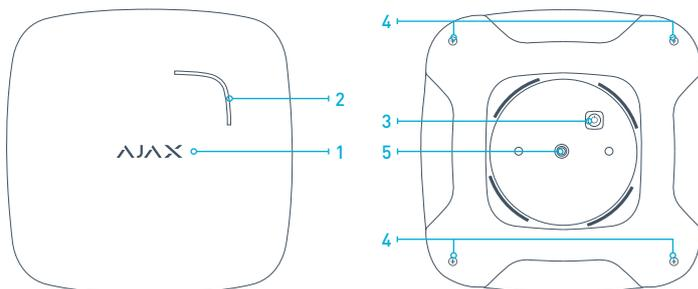
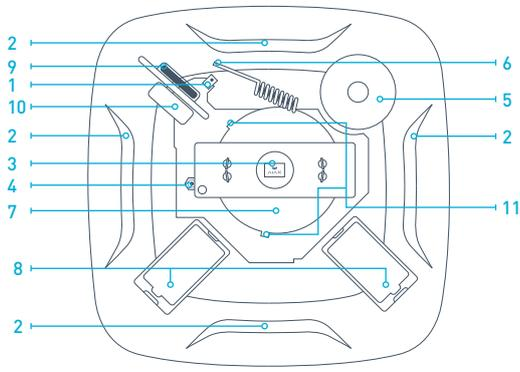

РИС. 1. Датчик FireProtect
РИС. 3 Устройство датчика.
4.1 Для регистрации датчика необходимо перевести приемное устройство охранной системы Ajax в режим «Добавить устройство» (как это сделать см. в руководстве к приемному устройству) и включить датчик зажатием кнопки «3» (РИС.1) на 3 секунды. В момент включения исправный датчик должен мигнуть зеленым светодиодом «1» (РИС.1). Запрос на регистрацию передается только в момент включения датчика! Если регистрация датчика в охранной системе по какой-либо причине не произошла, FireProtect мигает зеленым светодиодом 6 раз с периодичностью раз в секунду, после чего переходит в автономный режим. Чтобы повторить регистрацию – включите датчик зажав кнопку на 3 с и выдержав паузу в 5 секунд включите его снова. Если FireProtect был удален из списка зарегистрированных в охранной системе устройств, то он аналогично мигает зеленым светодиодом 6 раз с периодичностью раз в секунду, после чего автоматически переходит в автономный режим.
5.5 Активация режима тревоги сопровождается звуковым сигналом встроенной сирены и световой индикацией — на датчике загорается красный светодиод. В режиме тревоги предусмотрена возможность отключить звуковой сигнал примерно на 10 минут нажатием сенсорной кнопки «ТЕСТ» («1», РИС.1), которая находится в центре логотипа AJAX. Световая индикация тревоги при этом не отключается, на приемник при этом никаких сообщений не приходит и он продолжает детектировать тревогу. Если через 10 минут уровень дыма, температура или уровень содержания CO в воздухе не нормализовались, звуковой сигнал воспроизводится повторно.
5.11 Перед установкой обязательно проведите тест, чтобы убедиться в работоспособности датчика дыма. При включенном работающем датчике (без тревоги) зажмите на 5-10 секунд на корпусе кнопку «ТЕСТ» («4», РИС. 1) в центре логотипа AJAX, это переведет датчик в режим самотестирования приблизительно на 5 секунд. В режиме самотестирования проверяется работоспособность дымовой камеры, производится электронная имитация присутствия дыма, и если дымовая камера исправна – выдается звуковой сигнал.
6.3 Датчик имеет возможность компенсировать запыленность дымовой камеры, но только до определенного уровня, при превышении которого на централь сигнализации отправляется сообщение о необходимости очистки дымовой камеры. При неисправности дымовой камеры датчик выдает один длинный звуковой сигнал раз в полторы минуты! Для очищения камеры снимите крышку датчика, открутив 4 самореза «4» (РИС.1) на углах тыльной стороны корпуса датчика. После этого снимите плату с сенсорной кнопкой «3» (РИС.1) слегка потянув вверх, далее снимите пластиковую насадку, прикрывающую плату. Затем отсоедините защитную внутреннюю крышку блока дымовой камеры «7» (РИС.3) легко надавив на 2 из 3-х удерживающих защелок «11» (РИС.3). Продуйте извлеченный блок пылесосом, компрессором или очистите мягкой щеткой. Также удалите пыль с той части дымовой камеры, которая осталась на плате датчика. После завершения процедуры очистки обязательно необходимо нажать на плате датчика кнопку сброса сигнала «Камера загрязнена» «4» (РИС.3)! По нажатии на кнопку, buzzer должен издать один короткий звуковой сигнал. Если эта кнопка не будет нажата, сигнал о необходимости очистки датчика продолжит поступать на централь. В случае, если камеру не очистили и нажали кнопку сброса сигнала «Камера загрязнена», сигнал о чрезмерном загрязнении дымовой камеры придет повторно через 4 дня.
Для замены батареи открутите саморезы «4» (РИС.1) и снимите крышку датчика. Замените разряженные батареи на новые, соблюдая полярность.